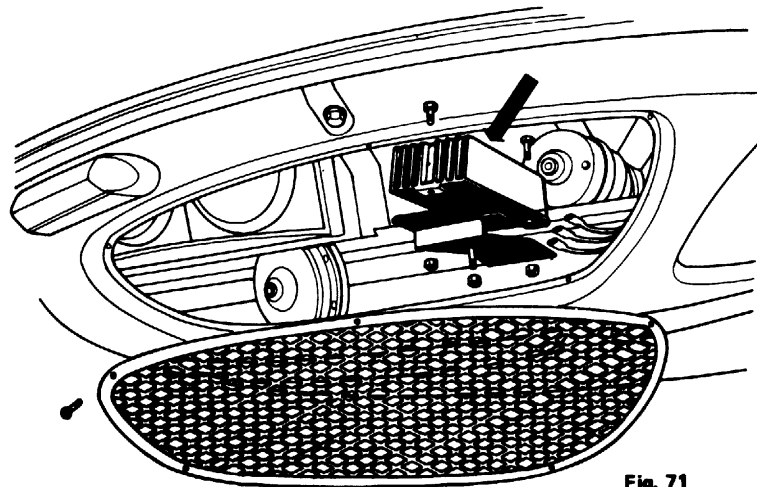

Fig. 71
#### Sistemazione centralina elettronica (fig. 71)
#### Installation centrale électronique (fig. 71)
#### Fitting of electronic assy (fig. 71)
**Anordnung der elektronischen Zentrale (Abb. 71)**